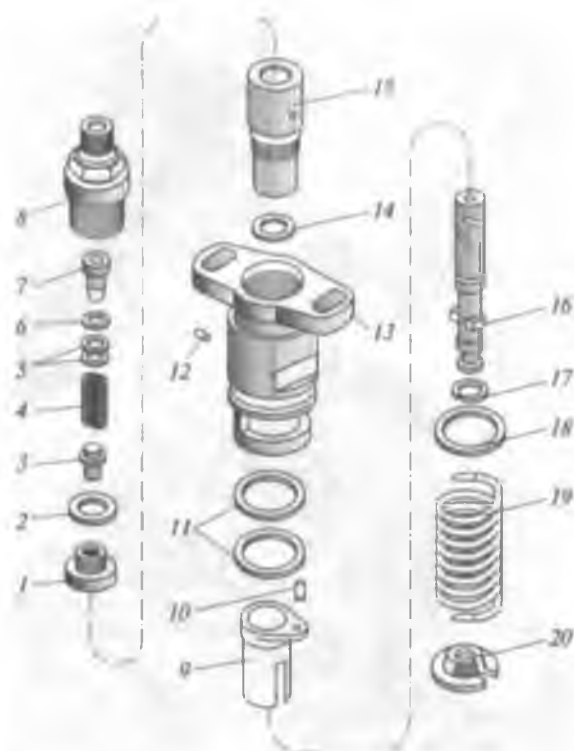

Рис. 1.20. Схема разборки секции топливного насоса высокого давления:
3. Разобрать секцию ТНВД (см. рис. 1.20) в следующем порядке: